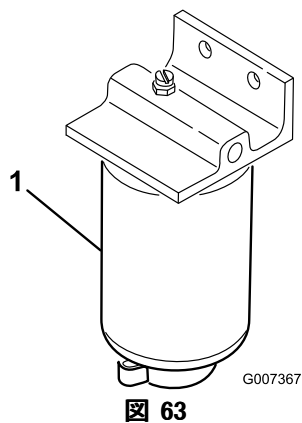

図 63
1. 燃料フィルタのキャニスタの下に汚れのない容器をおく (図 63)。